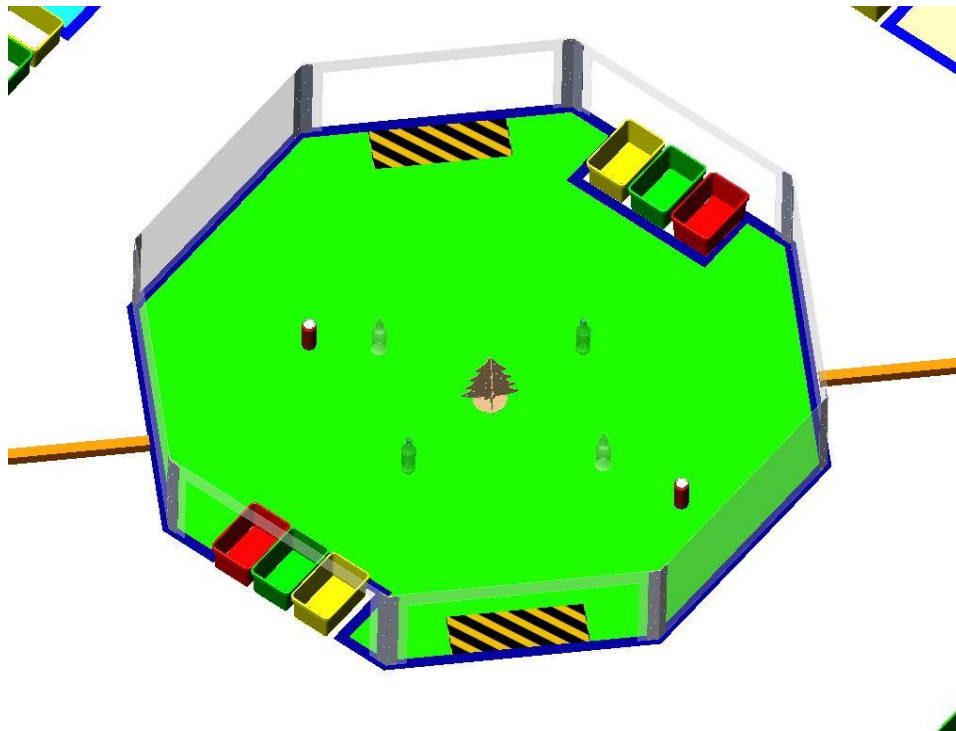

Рисунок 9. Лесопарковая зона.
3) Лесопарковая зона. (рисунок 9)